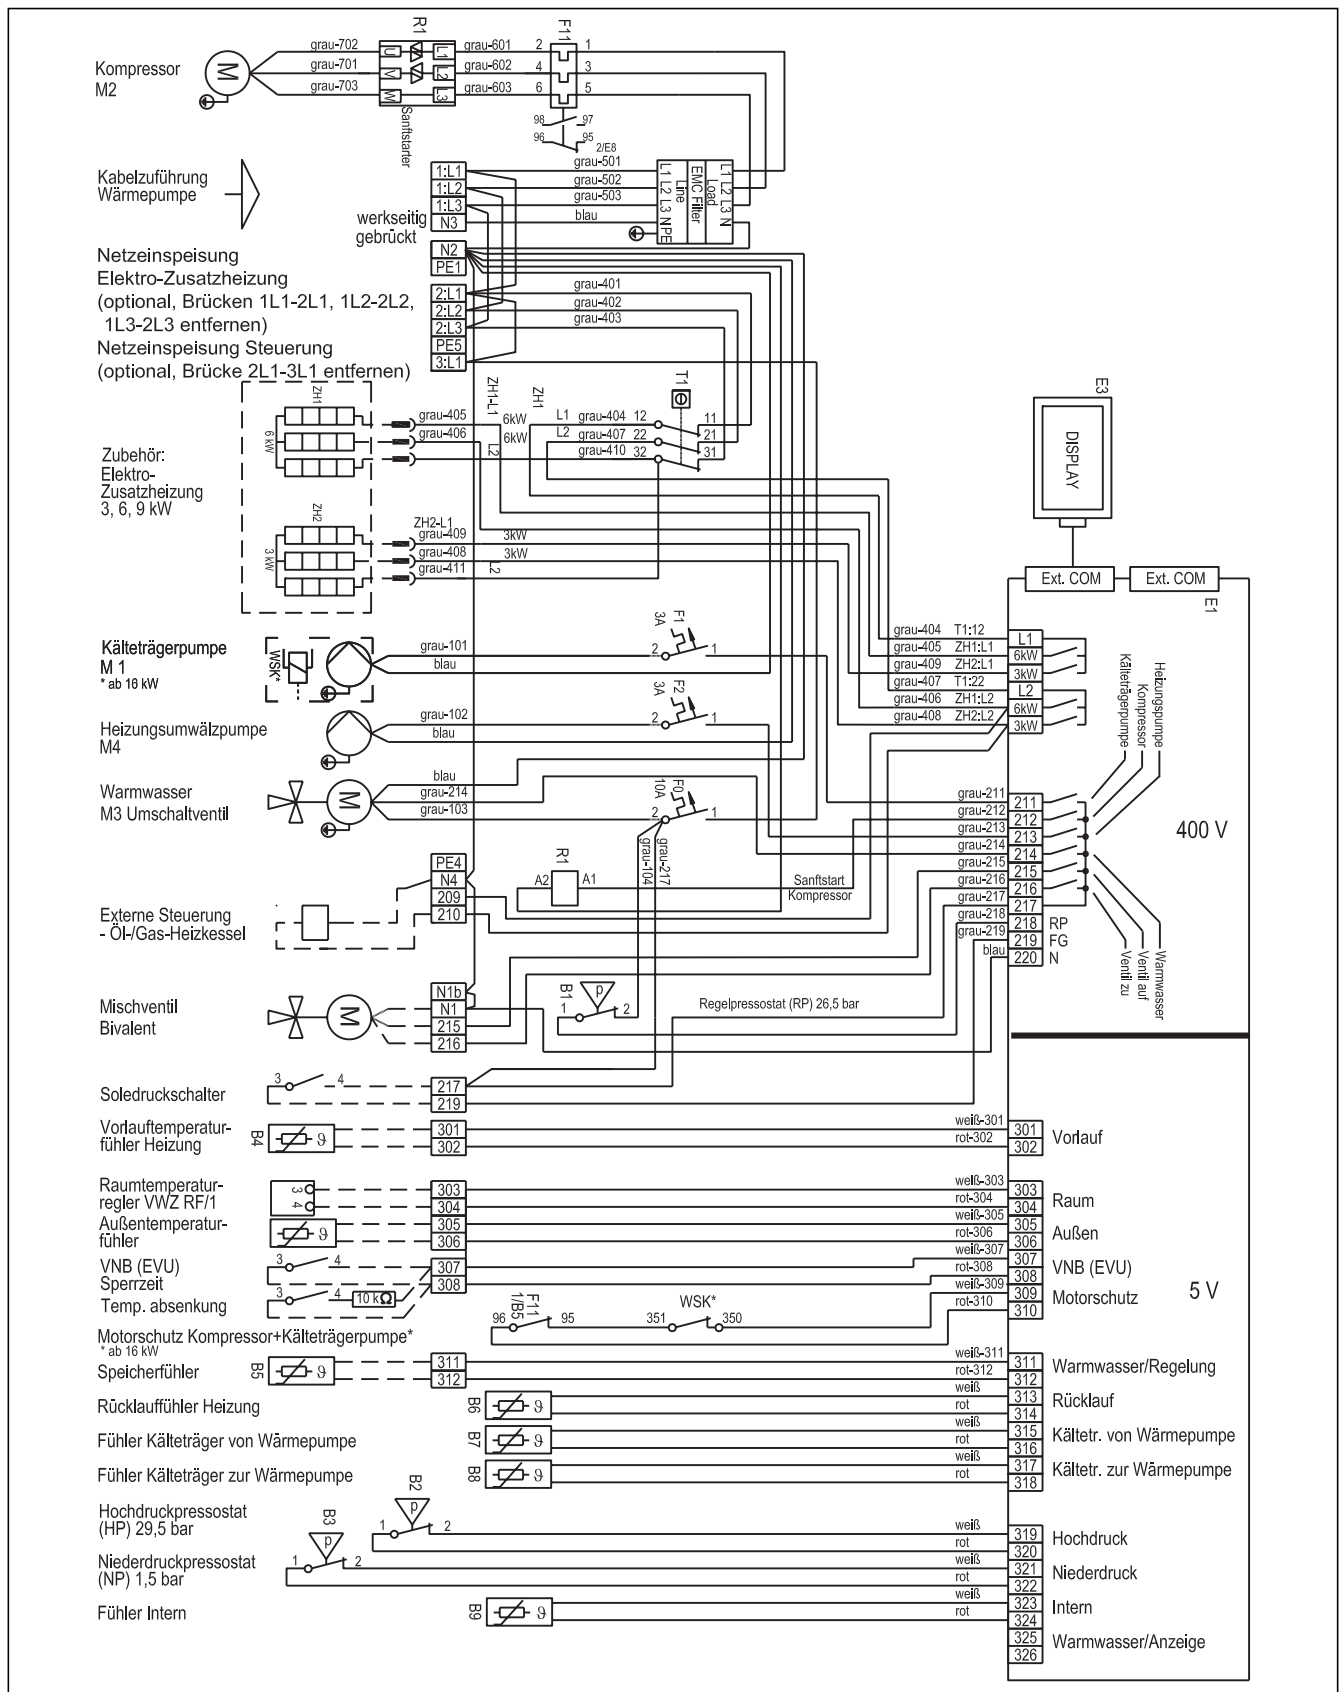

Abb. 8.9 Elektrischer Schaltplan VWS C
- Verbinden Sie den Fühler mit den Anschlüssen gemäß Abbildung 8.9 bzw. 8.10.